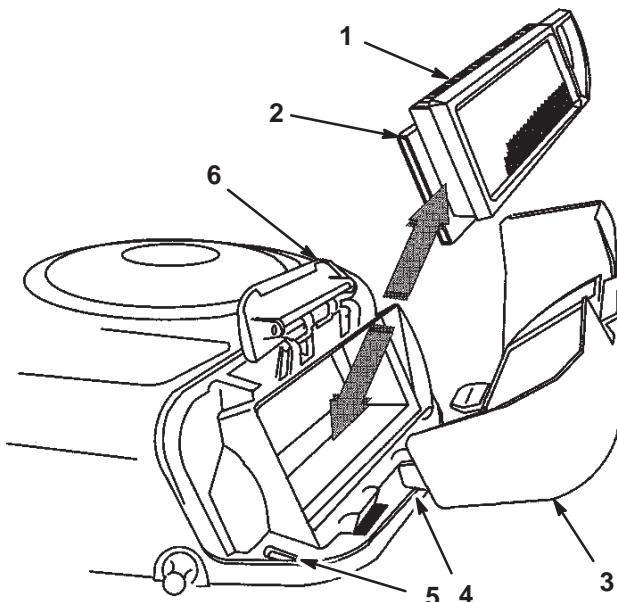

**Bild 30**
2. Ziehen Sie den Griff an der Luftfilterabdeckung hoch und drehen Sie ihn in Richtung des Motors (Bild 30).